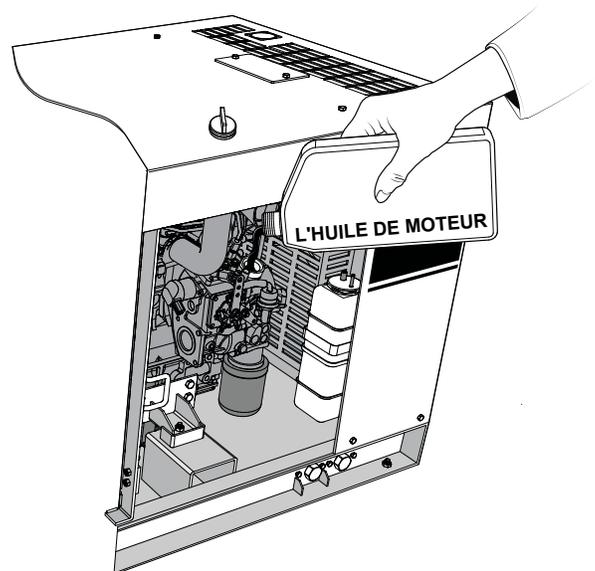

Figure 10. Orifice de remplissage d'huile moteur
5. Si le niveau d'huile moteur est bas (Figure 9C), retirez le bouchon de remplissage d'huile (Figure 10) et remplissez jusqu'à un niveau de fonctionnement sécuritaire (max.) Comme indiqué par la jauge (Figure 9A).